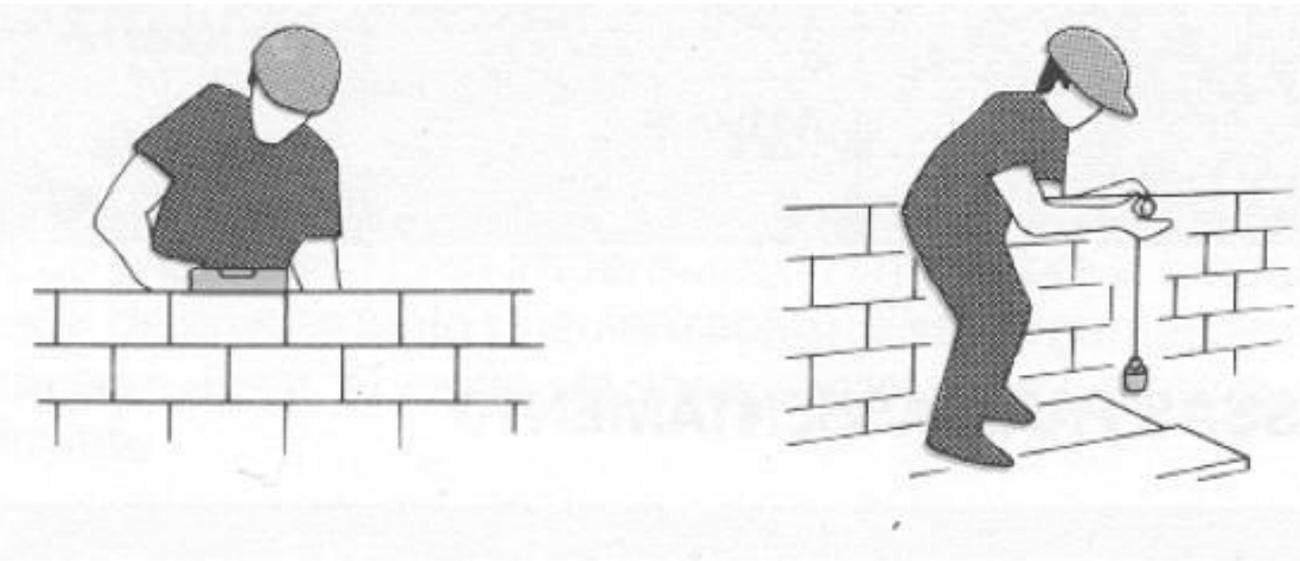

Figura 16. Verificação do nível e do prumo da alvenaria.
6. Verificar o alinhamento das faces e o nivelamento de cada unidade, à medida que esta vai sendo assentada (Figura 16);